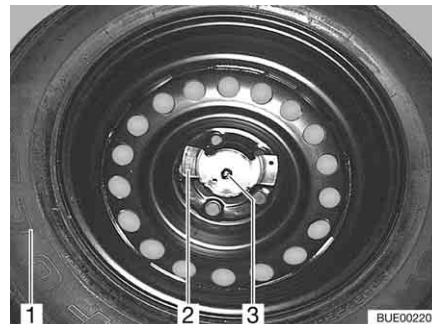

Bild 223 Ersatzrad-Befestigung
- Die beiden Muttern (Bild 223,2 und 3) abschrauben.
- Das Ersatzrad (Bild 223,1) dem Ersatzrad-Halter entnehmen.